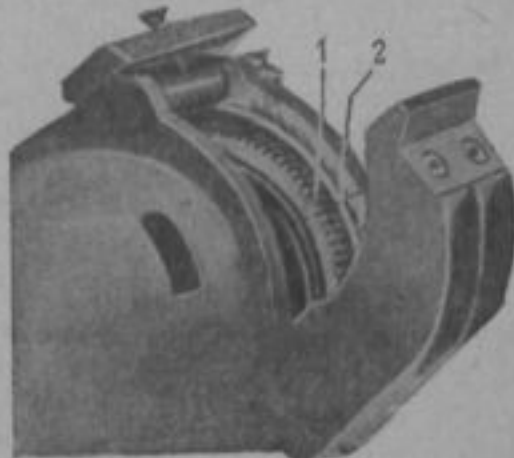

Рис. 5. Риска на шестерне против риски на передней крышке
Правильная сборка и регулировка магнето проверяется следующим образом. Снимают левый сектор распределителя и верхнюю крышку прерывателя и, проворачивая ротор, устанавливают риску 1 на большой распределительной шестерне магнето против риски 2 на передней крышке (рис. 5). При этом, если магнето отрегулировано и собрано верно и рычаг опережения зажигания сдвинут
2. Поворачивая ротор магнето, надо установить риску на большой шестерне распределителя против риски на передней крышке (рис. 5). Один из электродов ротора распределителя при этом должен быть направлен в сторону правого сектора, т. е. на электрод для провода 1-го цилиндра.
2. Поворачивая ротор магнето, грубо устанавливают риску большой шестерни магнето против риски передней крышки при снятых секторах распределителя (рис. 5).